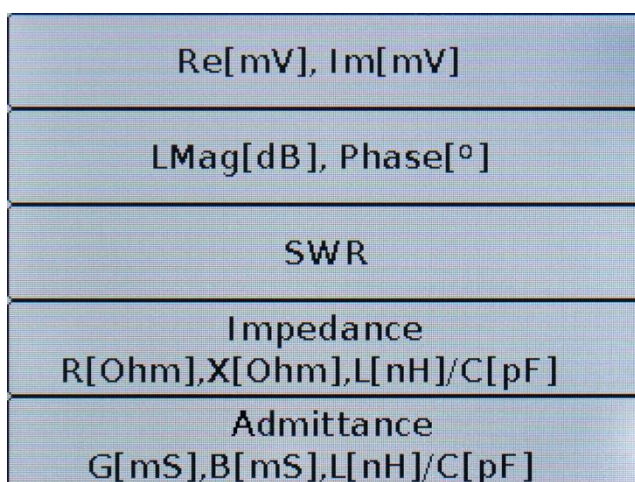

Рисунок 9.9 – Выбор типа отображаемых маркером величин
9.4.3. Для настройки маркера по типу отображаемых величин, необходимо в столбце **Type** нажать на соответствующий маркер. На экране появится меню выбора типа отображаемых маркером величин (Рисунок 9.9).